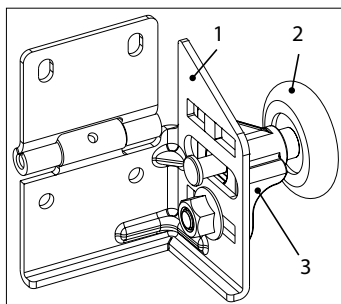

Fig. 13.1
- 2) monter sidehængsler til panelet, indvendigt (1) + (2) kørehulet sættes i lodret køreskinne (3). Fastgør beslaget (fig. 13.1).